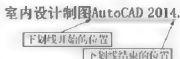

图 5-12
**提示:** 常用特殊符号控制码中的%%O和%%U分别是上划线和下划线的开关,第一次出现此符号开始画上划线和下划线,第二次出现此符号,上划线和下划线结束。例如,输入“室内设计制图%%UAutoCAD 2014%%O”则得到如图5-12所示的文字效果。